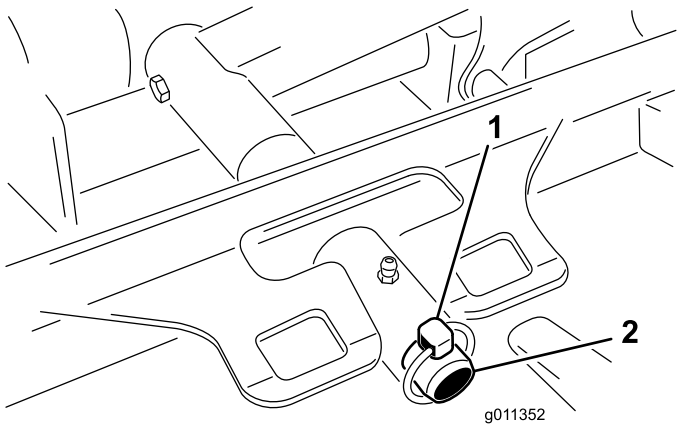

図 86
3. カッティングユニットのキャリアフレームを昇降アームのピボットピンに固定しているリンチピンランドマスター-4500またはリテーナナットランドマスター-4700を外す **図 86**。
2. カッティングユニットのキャリアフレームを昇降アームのピボットピンにセットする **図 86**。カッティングユニットをピンに取り付けるリンチピンランドマスター-4500またはリテーナナットランドマスター-4700を使用する。